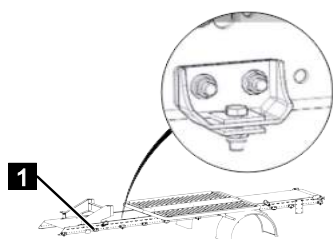

Fig. 264
1. Resserrer toutes les fixations du cadre (Fig.264/1) au couple de serrage adapté (→ Chapitre 8.4.3 „Couples de serrage”, page 205).